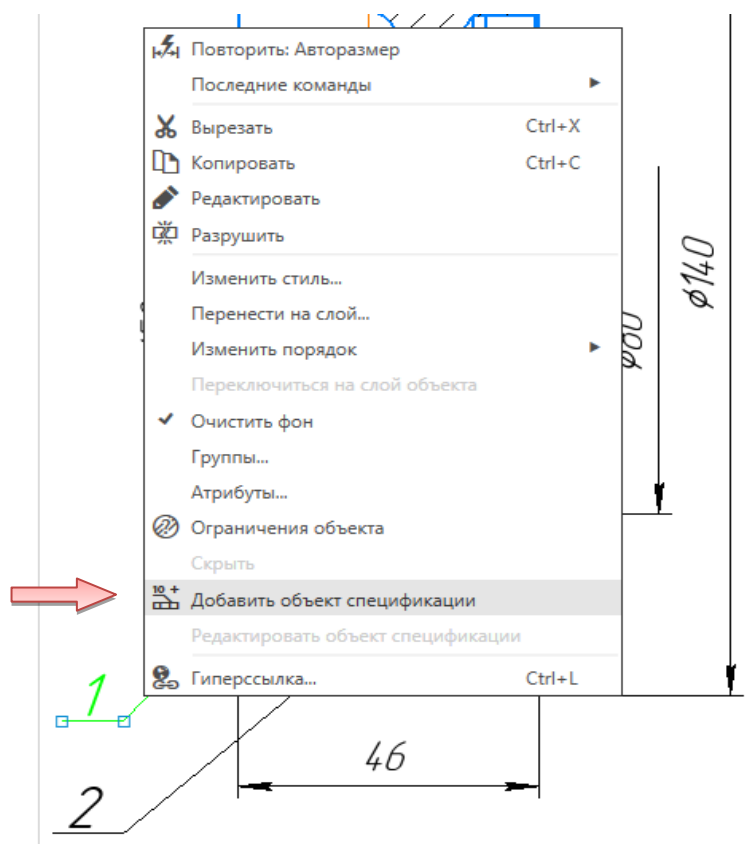

Рис. 2.31. Добавление объекта в спецификацию
- Для создания объекта спецификации щелкните по выделенной позиции ПК мыши и выберите из контекстного меню команду «Добавить объект спецификации» (рис. 2.31).
- Подключите к объекту чертеж «Бандаж \_ КГ.01.002» (см. рис. 2.31–2.37).